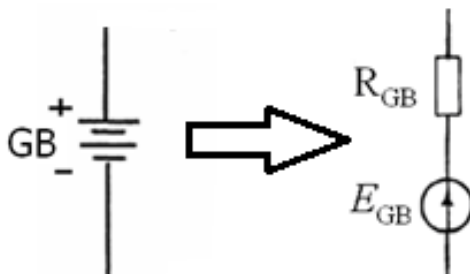

Рис. 3.1
2. Реальные источники постоянной ЭДС (аккумуляторы, генераторы постоянного тока) замещаются участком цепи, содержащим идеальный источник ЭДС и идеальный резистивный элемент, сопротивление которого равно внутреннему сопротивлению источника, как показано на рис. 3.1. При этом направление стрелки в идеальном источнике ЭДС соответствует направлению от «минуса» реального источника к его «плюсу».